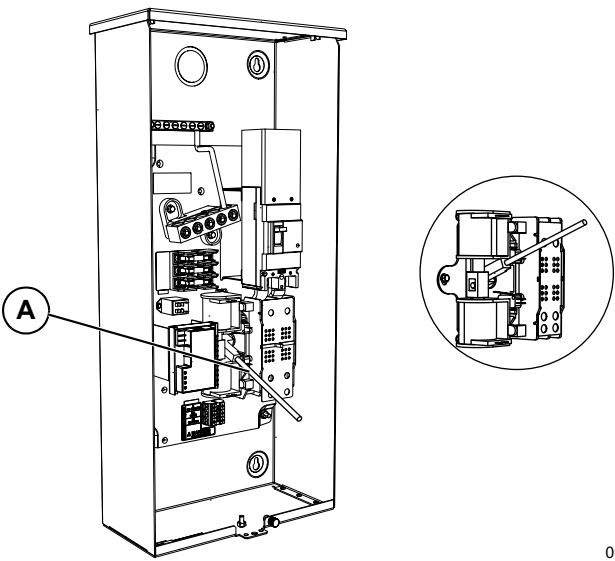

Figure 3-10. Fonctionnement manuel du commutateur de transfert
4. Utilisez la poignée de transfert manuel (A dans la Figure 3-10) à l'intérieur du commutateur de transfert pour déplacer les contacts principaux à leur position STANDBY (de secours) (charges branchées à la source d'alimentation de secours).
5. À l'aide de la poignée de transfert manuel (A dans la Figure 3-10), déplacez les contacts principaux à la position UTILITY (réseau public) (charges connectées au réseau public).